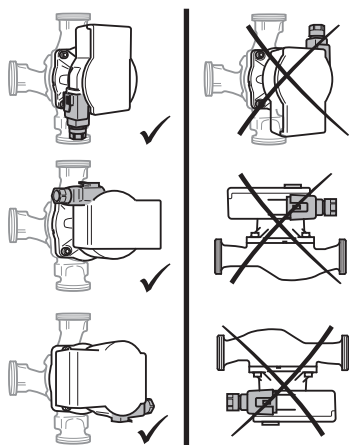

Fig. 2: Polohy instalace
- Místo instalace vyberte v souladu s přípustnou polohou instalace (Fig. 2).
→ Respektujte přípustnou polohu instalace (Fig. 2) a šipku směru proudění na tělese čerpadla (1).